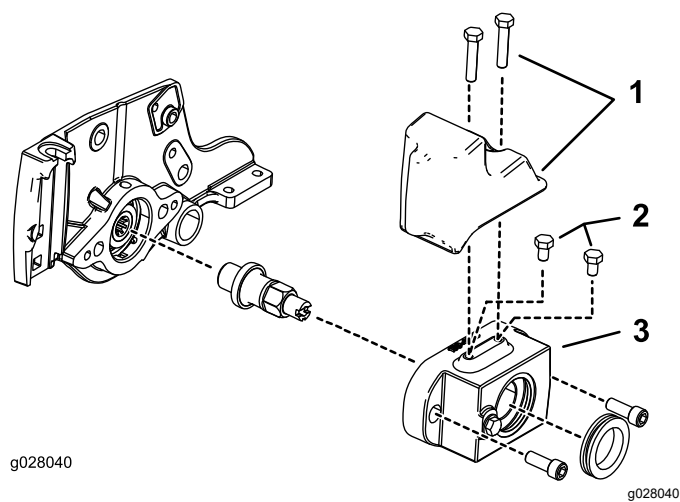

図 5
- 油圧駆動 5" リールモータでは、ローラブラシハウジング上部にボルト 5/16-18 x $\frac{1}{2}$ " 2本を取り付ける 図 5。
- 電気駆動 5" リールでは、ローラブラシハウジング上部にボルト 5/16-18 x 1 -1/2" 2本を使ってエンドウェイトを取り付ける 図 5を参照。